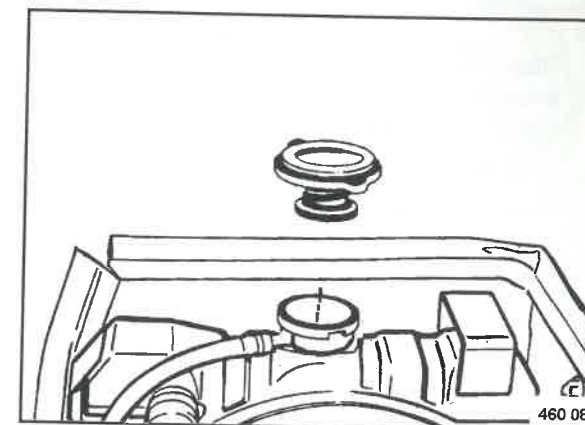

Fig. 136
- Togliere il tappo del radiatore (Fig. 136).